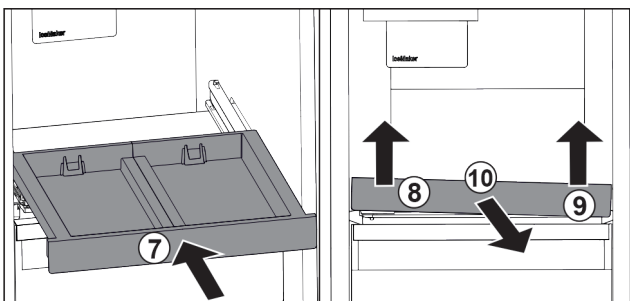

Fig. 86
- ▶ Auszugsbord einschieben. Fig. 86 (7)
- ▶ Auszugsbord vorne links anheben. Fig. 86 (8)
- ▶ Auszugsbord vorne rechts anheben. Fig. 86 (9)
- ▶ Auszugsbord nach vorne entnehmen. Fig. 86 (10)